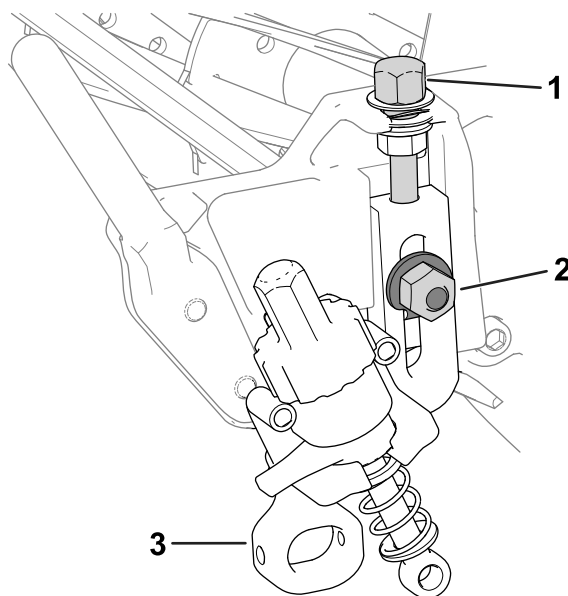

Рисунок 11
1. Ввинтите ранее снятые винты регулировки высоты скашивания в верхнюю часть узлов регулировки высоты скашивания (Рисунок 11).
блока, используя ранее снятые лемешные болты, гайки и специальные шайбы (Рисунок 11).